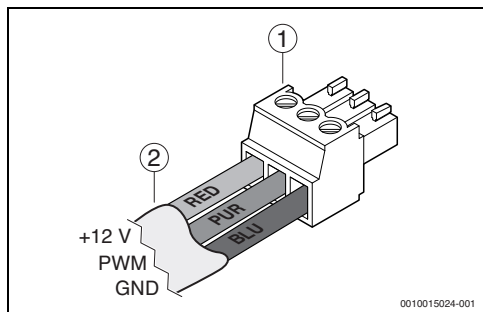

Bild 4
- LiYY-Kabel mit drei verschiedenen Litzefarben wählen und jeweils die Anschlüsse BLU, PUR und RED an Bedieneinheit (→ Bild 1) und Stecker (→ Bild 4) mit Litze der gleichen Farbe verbinden.